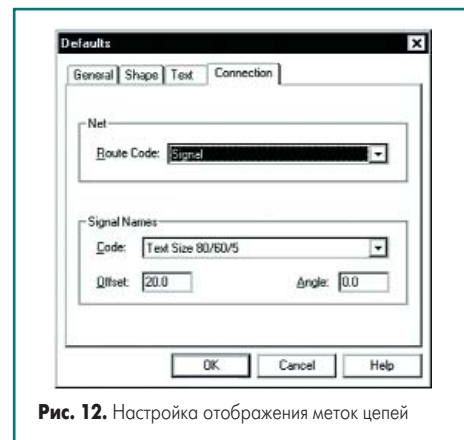

Рис. 12. Настройка отображения меток цепей
3. Выполним команду меню **Settings | Defaults** и в появившемся окне перейдем на вкладку **Connection** (рис. 12).
4. Проверьте соответствие всех настроек для типа цепей **Signal** приведенным на рис. 12 и закройте окно.